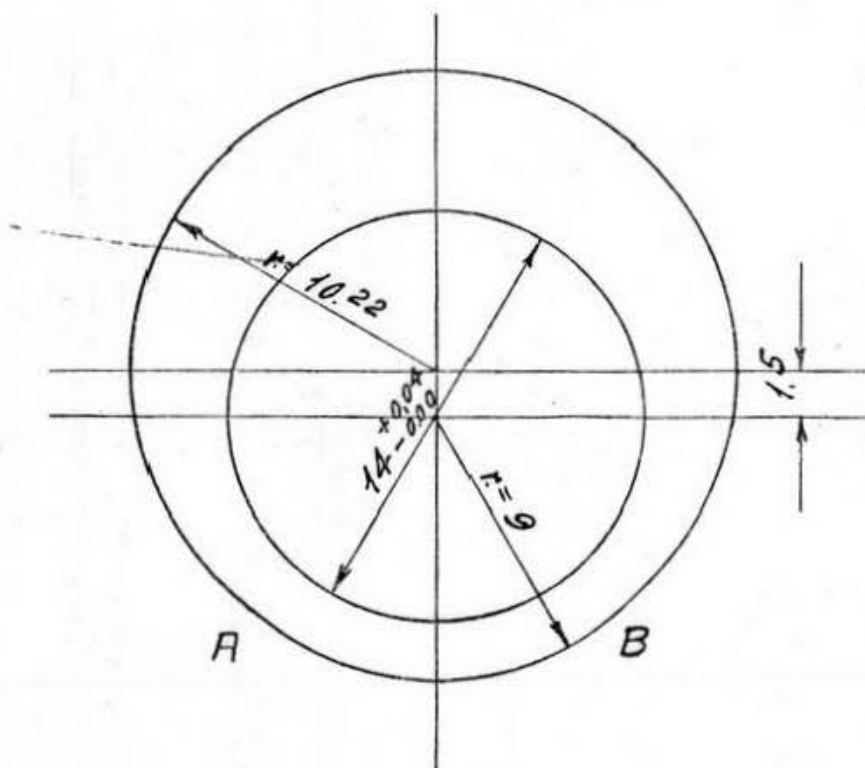

Fig. 29 - Schema sede delle palette della pompa ricupero
- La sede di scorrimento delle due palette. Essa non è circolare ma ha la forma e le dimensioni segnate in fig. 29.